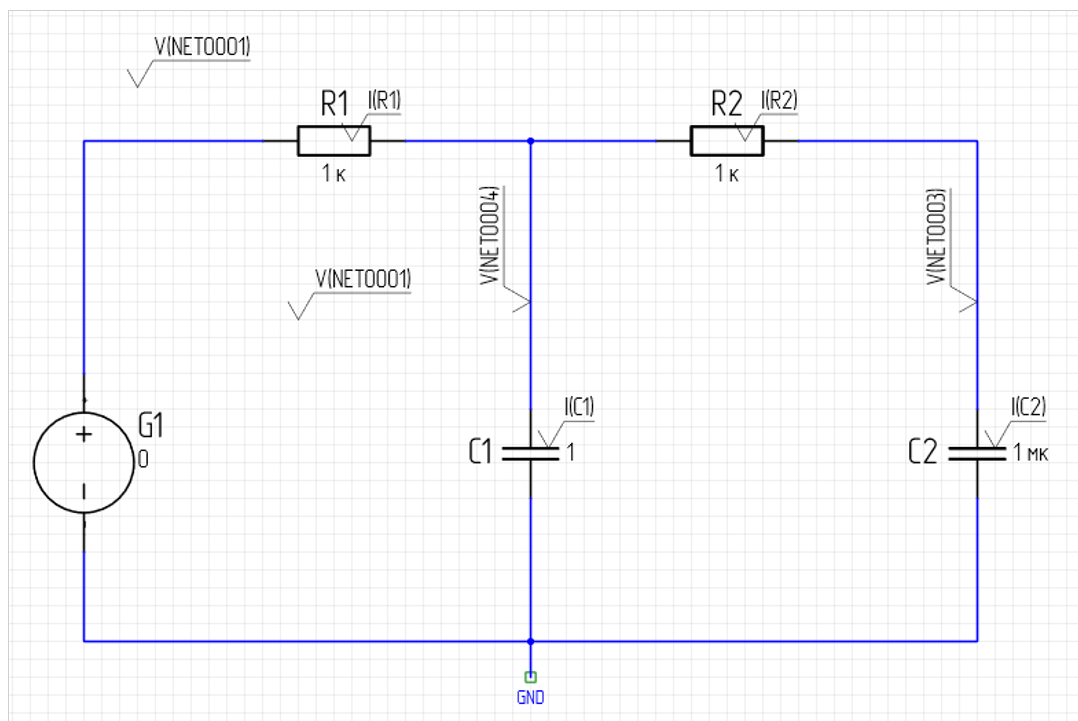

Рис. 173 Добавление меток измерения на схему
1. Откройте схему и добавьте несколько меток измерения, см. Рис. 173.